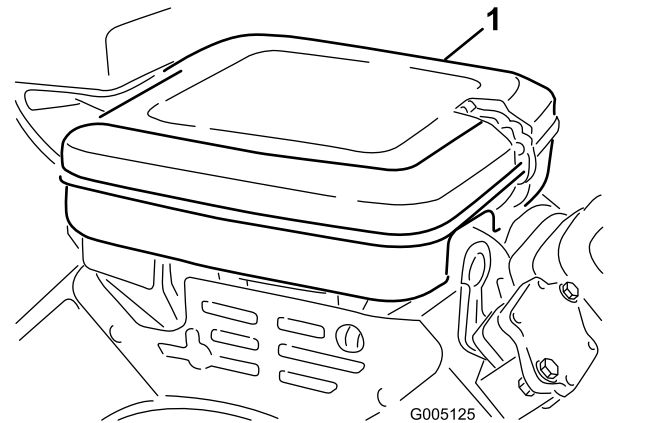

Figura 27
1. Limpe a cobertura do filtro de ar (Figura 27).